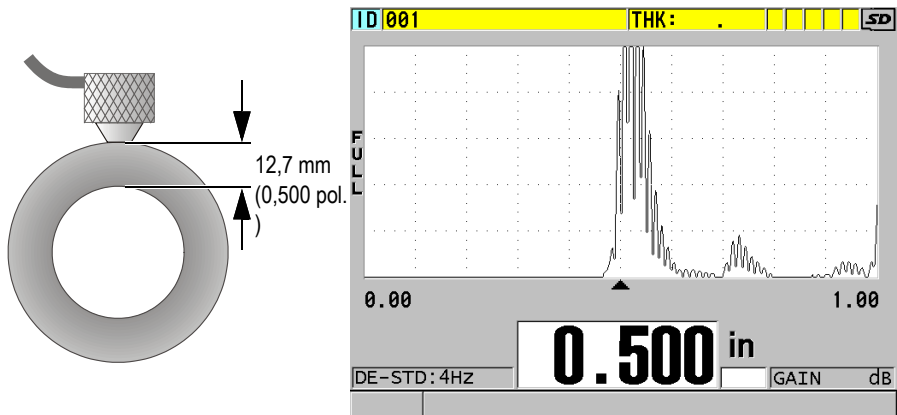

Figura 5-9 Acoplamento de transdutor de elemento duplo e leitura da medição de espessura
2. Utilizando uma pressão de moderada a firme, acople a ponta do transdutor à superfície do material de teste e mantenha o transdutor o mais plano possível na superfície do material (consulte Figura 5-9 na página 94).